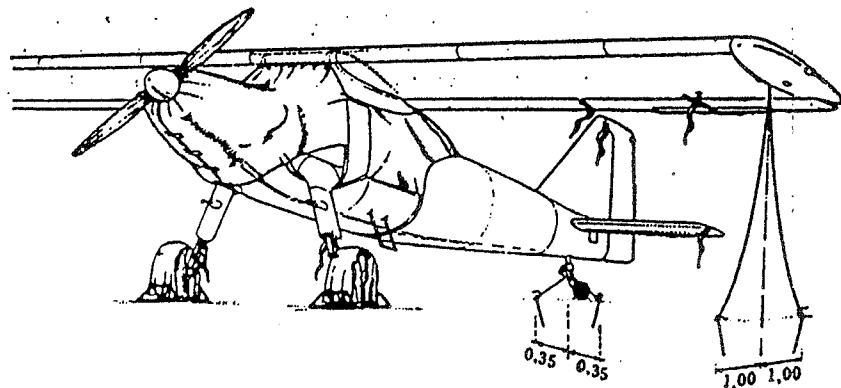

Figura 27
- (1) Calzar las ruedas principales.
- (2) Atornillar las anillas de anclaje en sus correspondientes agujeros del intradós del ala.
- (3) Tender las cuerdas de anclaje según indica la figura 27 a los anclajes del suelo (anclajes roscados, piquetas, anillas en el suelo, etc.).